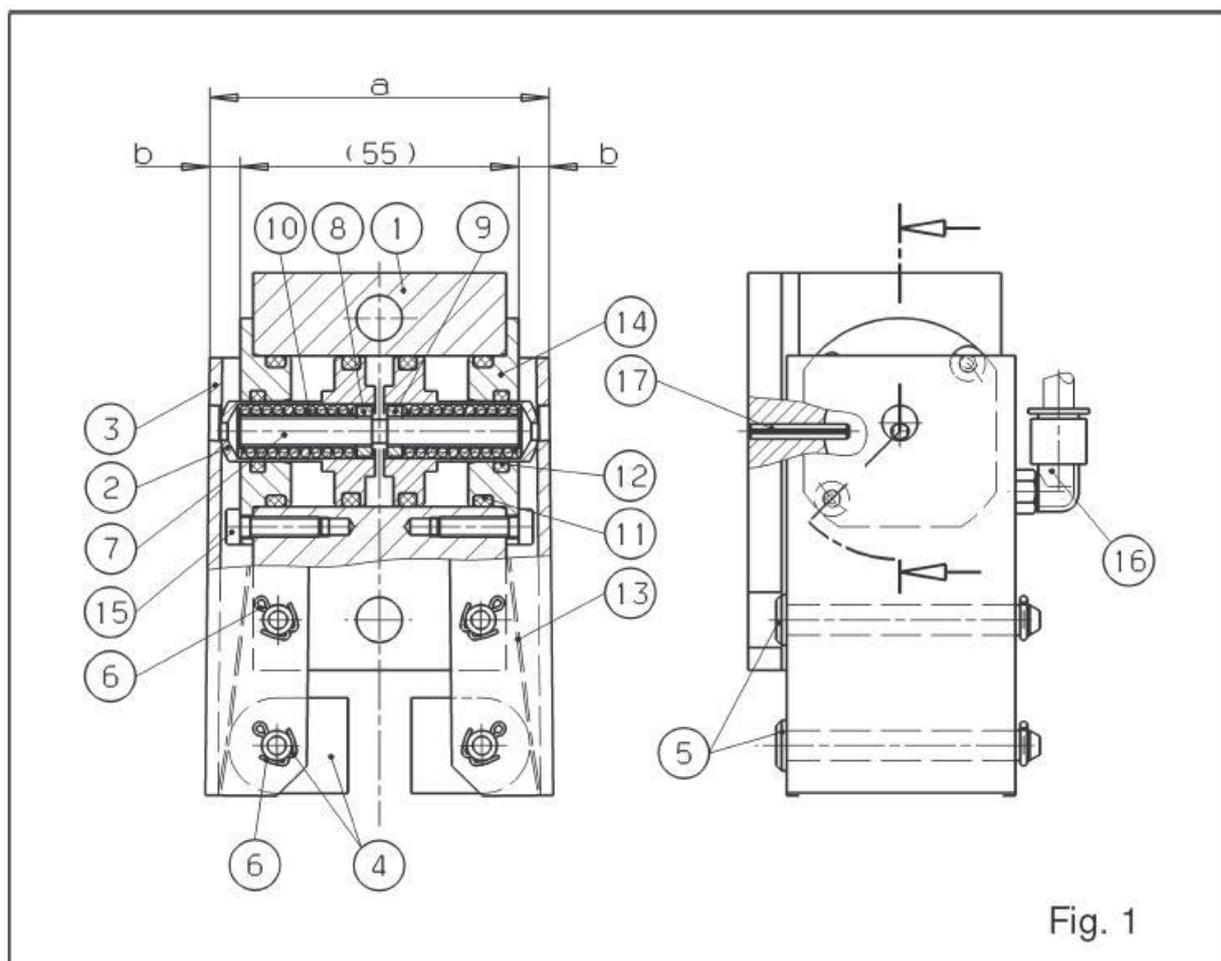

Fig. 1
Lorsque les garnitures sont usées, la tension des ressorts (rep. 10, Fig. 1, paragraphe 3) diminue et les leviers (3) sont en position d'écartement maximum comme montré sur la fig.1 (dimension a). La force freinage est aussi réduite. Il peut être alors nécessaire de réajuster l'effort de freinage comme indiqué dans le paragraphe 5.3.
S'assurer que le frein est fermé et mesurer la distance entre les deux leviers (3), comme montré sur la fig.1 (paragraphe 3). Si les leviers sont équidistants du disque de frein, les distances des deux leviers, dimension b, doivent être les mêmes. En pratique, ce n'est pas toujours le cas. Si ce n'est pas le cas, il faut mesurer la distance b sur chaque levier. Si cette distance b excède 12,8 mm sur chaque levier, les garnitures de friction doivent être remplacées.